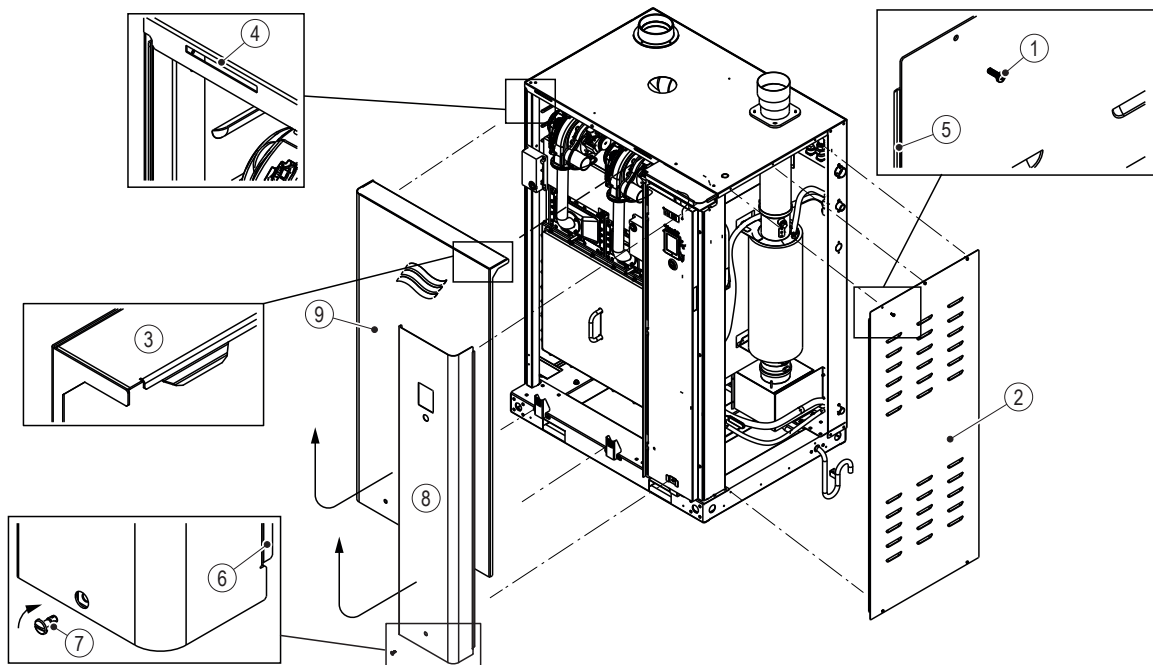

Fig. 11: Verwijdering en installatie van de toegangspanelen (GS 64 afgebeeld)
- Plaats het deurpaneel (regelkast/leidingkast) zo dat de twee lipjes achterin aan de bovenkant van het paneel uit met de uitsparingen in de kast. Laat het deurpaneel zakken om de lipjes in de uitsparingen te plaatsen en zorg ervoor dat de lipjes in het (linker/rechter) zijpaneel vastklikken in de uitsparingen in de kast. Zie de details in Fig. 11.